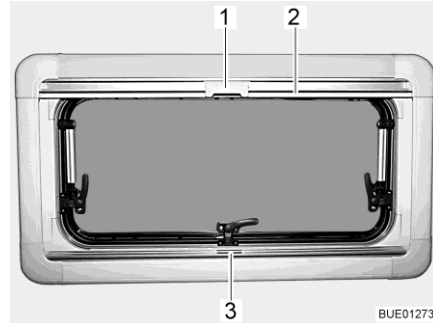
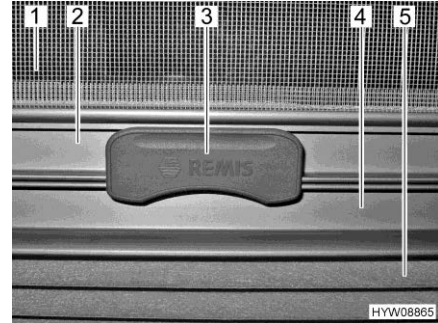

Fig. 55 Finestra apribile
Fig. 56 Aggancio
La tendina oscurante pieghevole (Fig. 56,5) è montata nella cassetta inferiore.
- Afferrare la tendina oscurante pieghevole per la parte centrale della barra di presa (Fig. 55,3 e Fig. 56,4), tirarla dal basso verso l'alto e rilasciarla nella posizione desiderata. La tendina oscurante pieghevole rimane in questa posizione.
La zanzariera a rullo (Fig. 56,1) è montata nella cassetta superiore.
- Tirare la zanzariera a rullo accompagnandola con la barra di presa (Fig. 55,2 e Fig. 56,2) verso il basso, fino a quando la barra di presa non arriva a contatto con la tendina oscurante pieghevole (Fig. 56,4).
- Bloccare l'aggancio (Fig. 55,1 e Fig. 56,3) della zanzariera a rullo nella barra di presa della tendina oscurante pieghevole. Se l'aggancio risulta bloccato, la tendina oscurante pieghevole e la zanzariera a rullo possono essere spostate insieme.
- Premere in alto l'aggancio (Fig. 56,3) sulla zanzariera a rullo.
- Ricondurre lentamente la zanzariera a rullo accompagnandola con la barra di presa (Fig. 55,2).